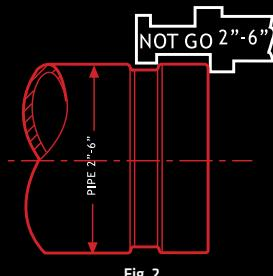

Fig. 2
- Positioneer de kaliber over de groef en de dichtingszitting. De uitsparing mag ditmaal niet passen in de groef en over de dichtingszitting. (zie afbeelding 2).